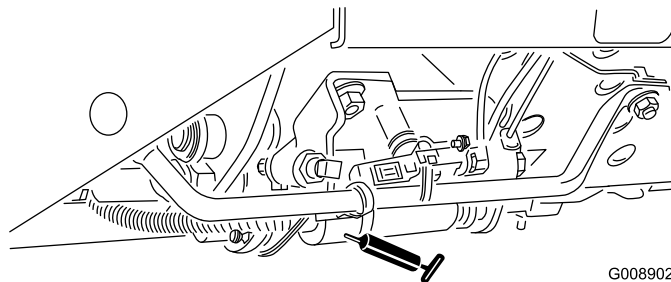

Figura 47
- Mando segar/transportar (Figura 47)